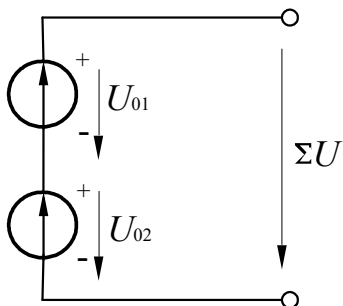

Рисунок 7 – Электрическая схема для исследования последовательного включения источников ЭДС
2.1. Соберите цепь с последовательным соединением источников напряжения согласно схеме (рис. 7), используя в качестве одного из источников нерегулируемый источник 15 В, в